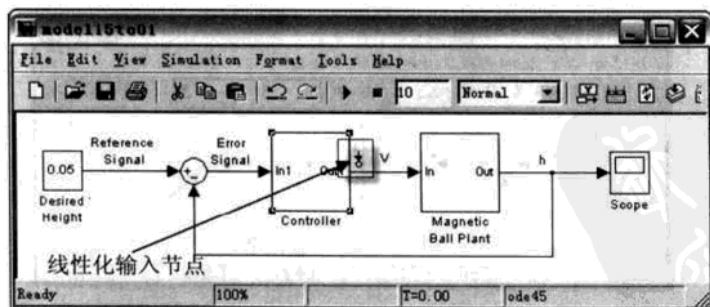

图 15.6 添加输入节点后的 Simulink 模型
(1) 在 Control and Estimation Tools Manager 中选择线性化节点。
(2) 在 Magnetic Ball Plant 子系统和 Controller 子系统之间的信号线上右击，在弹出的菜单中选择 Linearation | Input Point 命令，就会出现一个相应的标志，如图 15.6 所示。